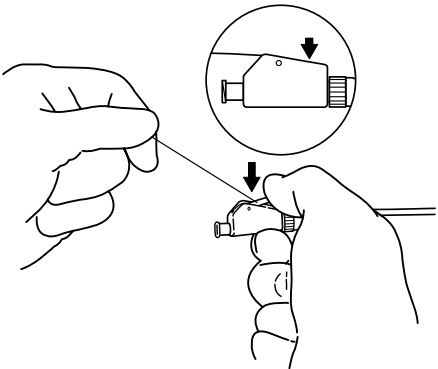

Abb. 2
- b. Den Faden gespannt halten und den Sperrhebel nach unten drücken, bis er hörbar einrastet. Die distale Schleife des Stents ist nun in Position fixiert. (**Abb. 2**)